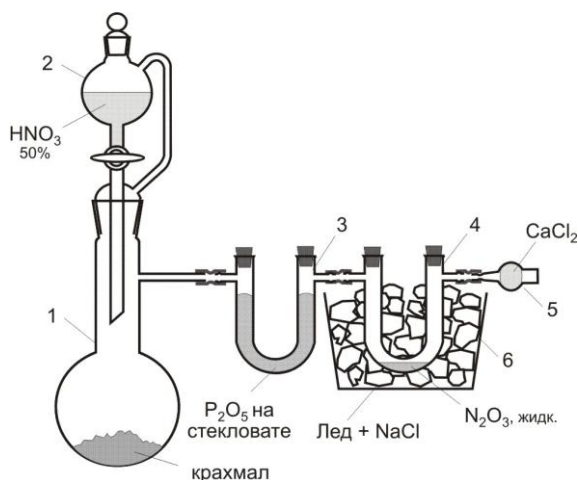

Рис. 30. Прибор для получения оксида азота (III).
Соберите прибор, изображенный на рис. 30. Заполните U-образную трубку 3 оксидом фосфора (V), нанесенным на стеклянную вату, вторую пустую U-образную трубку-приемник 4 погрузите в охлаждающую смесь (лед и хлорид натрия). На дно колбы Вюрца 1 положите 1-2 г крахмала, в капельную воронку налейте 50% азотную кислоту. Выдержите предварительно приемник 4 в охлаждающей смеси 10-15 мин.